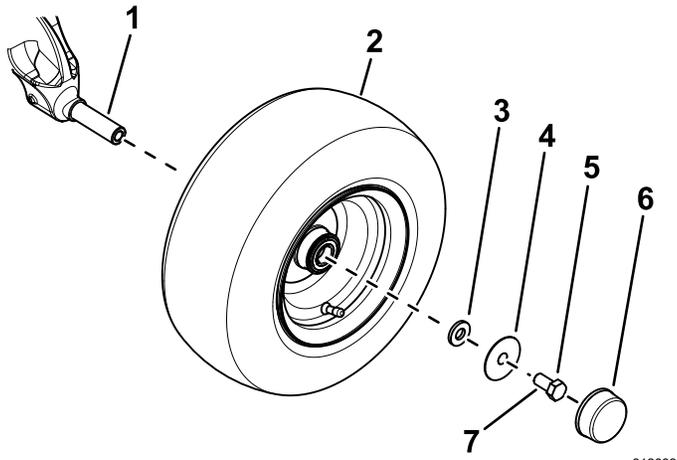

図 3
- B. 小ワッシャ、大ワッシャ、ボルト 5/8" x 1 1/4" を使用してアクスルスピンドルにホイールを固定する 図 3。
- D. ホイールにダストキャップを取り付ける 図 3。